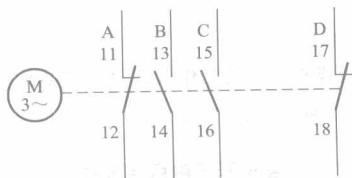

图 1-6 开关或触点运行方式用文字说明
(1) 对非电或非人工操作的开关或触点，可用文字、坐标图形或操作器件简单符号来说明其工作状态，如图 1-6 所示。